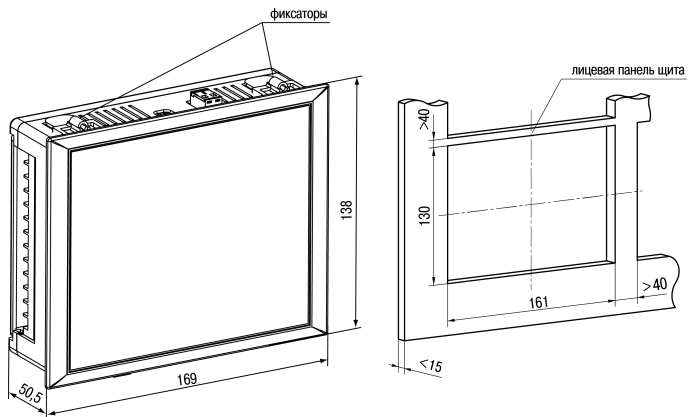

Рисунок 4.2 – Габаритные размеры корпуса Щ7
1. Подготовить на щите управления место для установки прибора (см. *рисунок 4.2*).